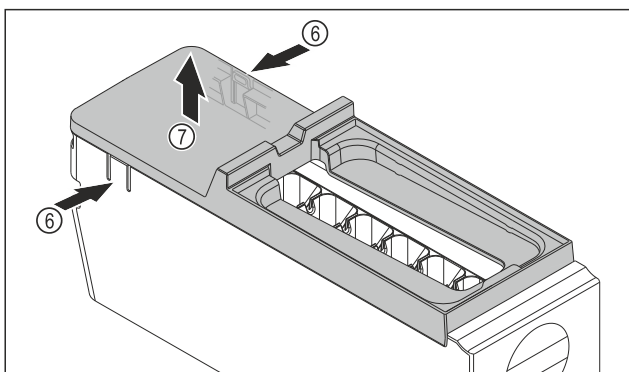

Fig. 106
- ▶ Снимите крышку корпуса EasyTwist-Ice: Надавите рукой на накладку Fig. 106 (6) с обеих сторон корпуса EasyTwist-Ice.
- ▶ Другой рукой снимите крышку Fig. 106 (7) по направлению вверх.